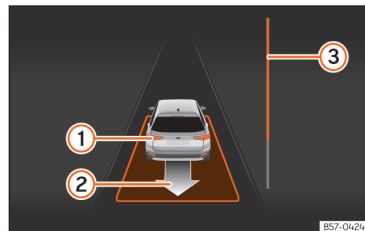

Fig. 128 No ecrã do painel de instrumentos: sair do estacionamento de um lugar em paralelo.
- Retroceda até soar o sinal contínuo do ParkPilot; **OU:** faça marcha-atrás até aparecer a indicação de fazer marcha à frente no ecrã do painel de instrumentos. A barra de progresso **»» Fig. 128 ③** indica a distância a percorrer.